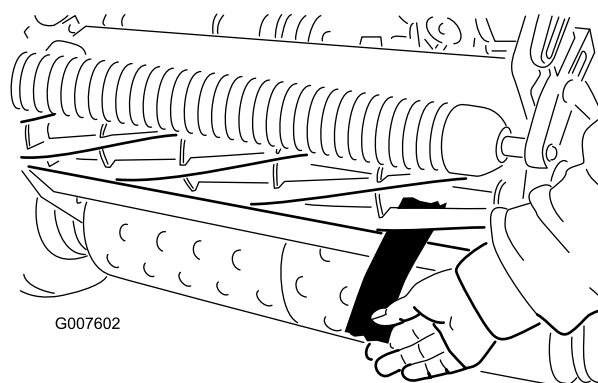

図 46
6. 両側の調整ができれば最終確認を行う: 紙片をリールの前から差し込んだ時にははさむだけ、下から差し込むと切れるのが正しい調整である (図 46)。リールと下刃のごくわずかの接触で紙が切れなければいけない。接触を強くしないと切れない (リール回転トルクが $0.79 \text{ Nm} = 7 \text{ inch-lb} = 0.08 \text{ kg.m}$ 以上) 場合には、鋭利な刃先を取り戻して精密なカットができるようにバックラップか研磨を行うことが必要; トロ研磨マニュアルを参照。
4. リール前面の左右いずれかの端を選び、リールと下刃の間に、長く切った新聞紙片を差し入れる (図 46)。リールをゆっくり前回転させながら下刃調整ネジを締める (新聞紙を入れた側の調整ネジを、1目盛りつつゆっくりと)。新聞紙を前から (ベッドナイフの上面